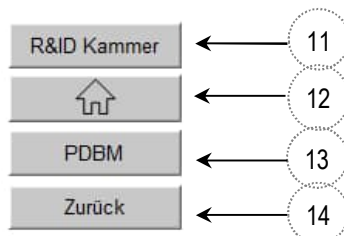

Abbildung 2. Menüleiste *Anmerkung: Die Abbildung ist symbolisch und bezieht sich nicht auf das konkrete Projekt.
- Menüleiste: Enthält globale Tasten, die immer erreichbar sind. Sie befindet sich am rechten Rand der Bildschirmanzeige (Abbildung 2)